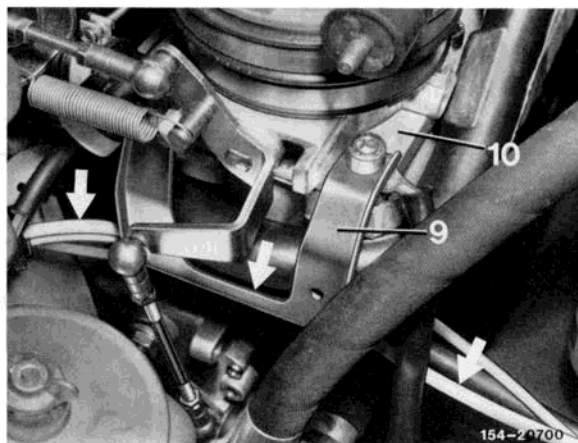

Bild 5
11 Klappenstutzen gegen den neuen Klappenstutzen tauschen. Dabei den Leitungshalter (9) so anschrauben, daß die Leitungen zwischen Saugrohr und Halter verlaufen (Bild 5).